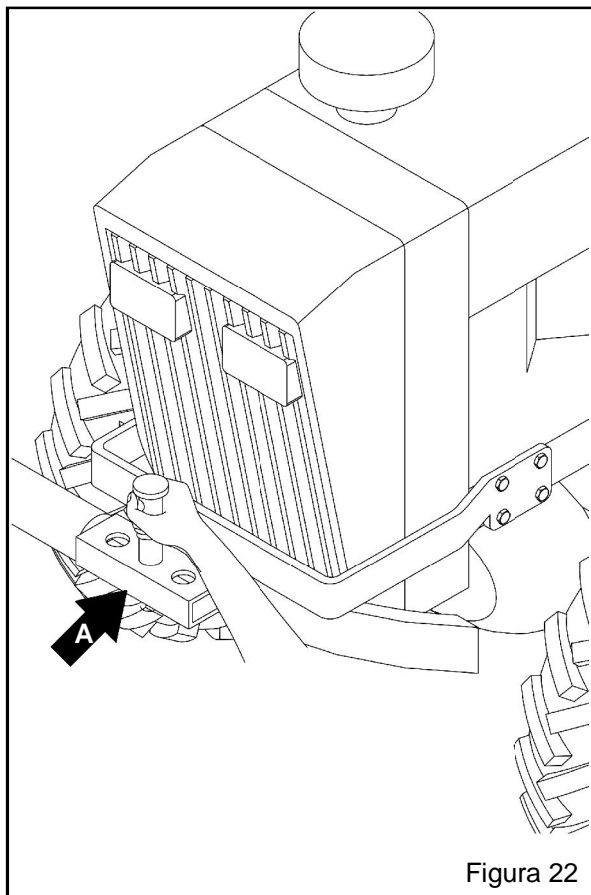

Figura 22
h) Posicione el brazo de enganche delantero "A" (Figura 22) en un orificio que coincida con el orificio del parachoques, de tal forma que el tractor y la cosechadora queden paralelos uno al lado del otro y en la distancia recomendada en el ítem "g".